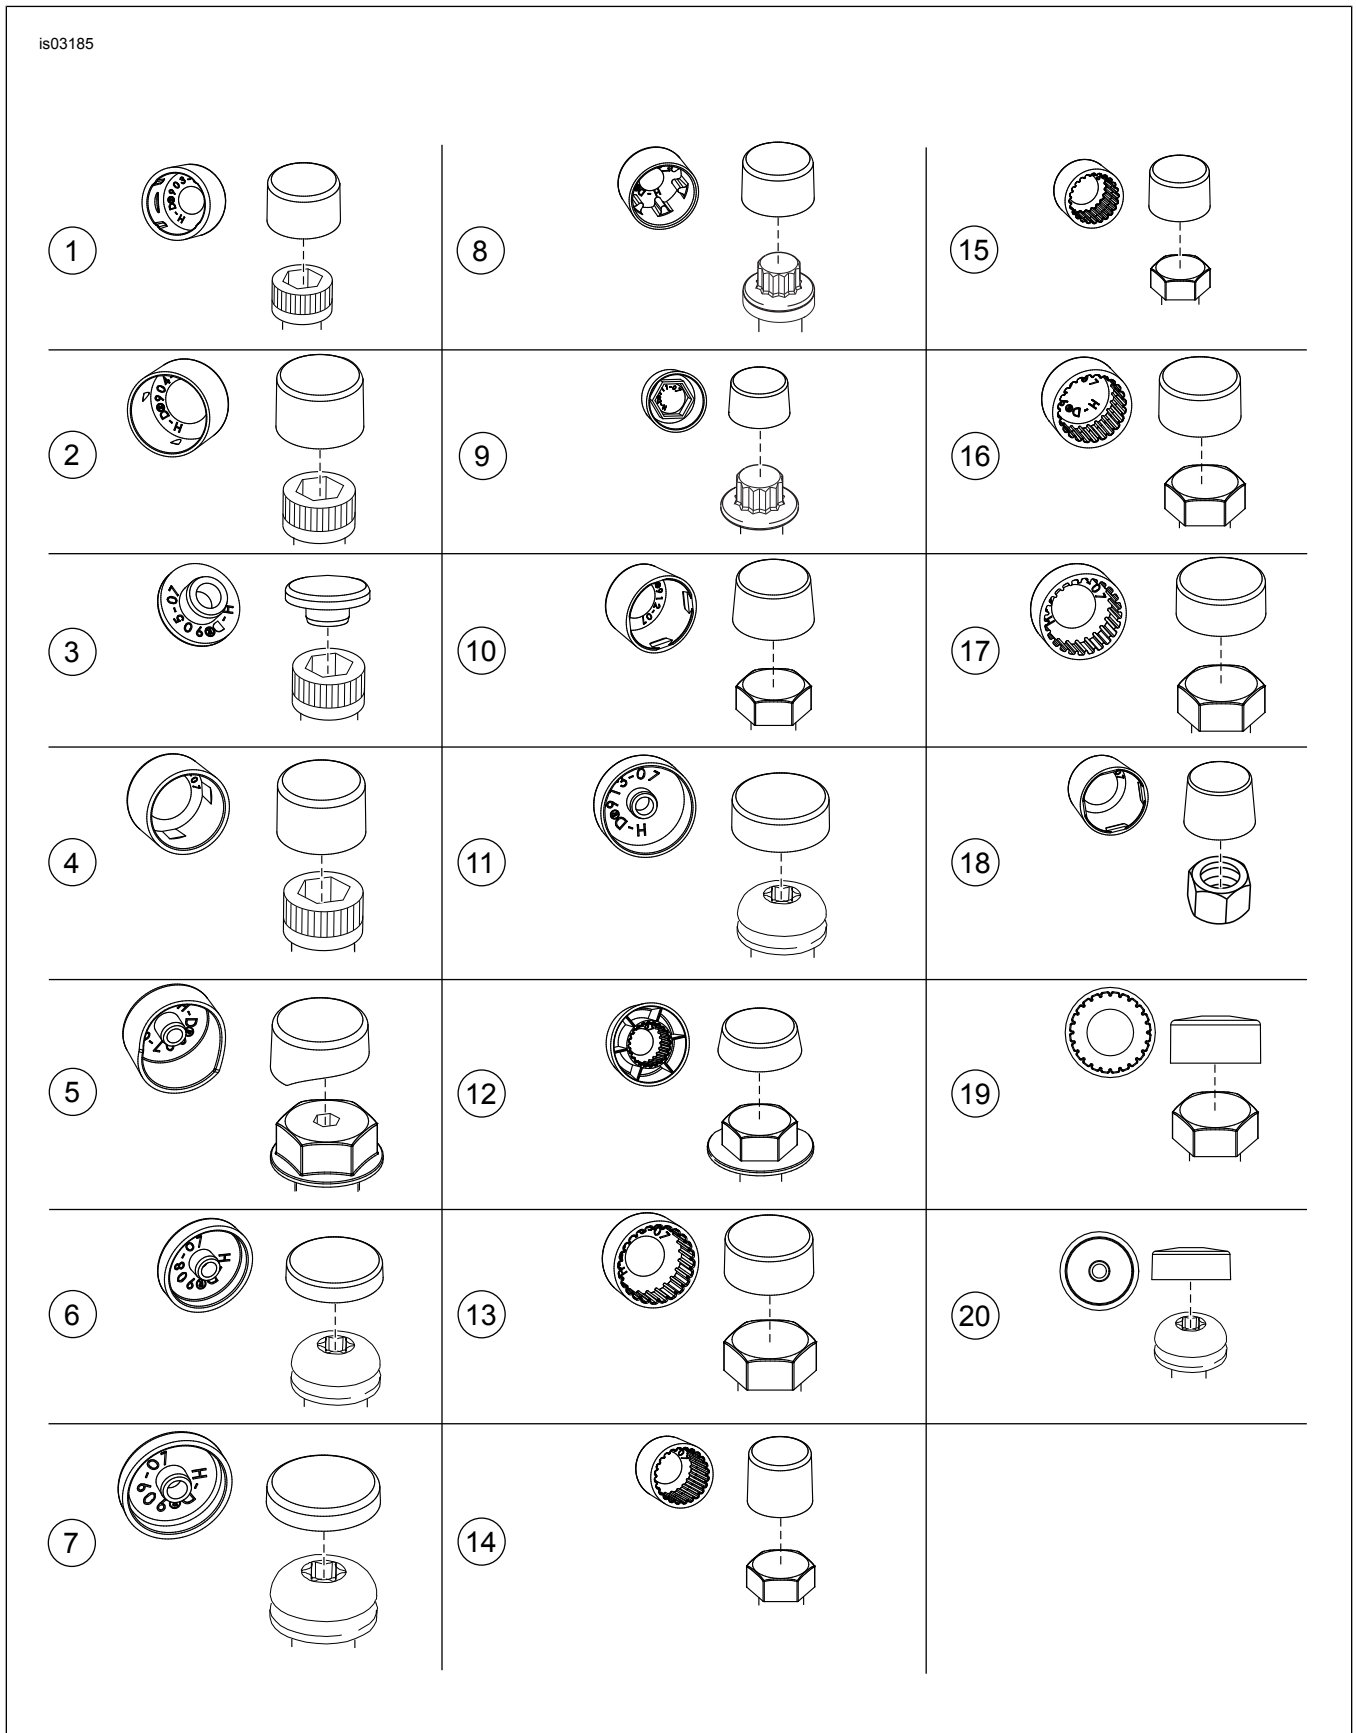

Figura 2. Coperchi Classic e relativi dispositivi di fissaggio
- Vedere Figura 2 per le immagini di ciascun coperchio e i dispositivi di fissaggio corrispondenti.